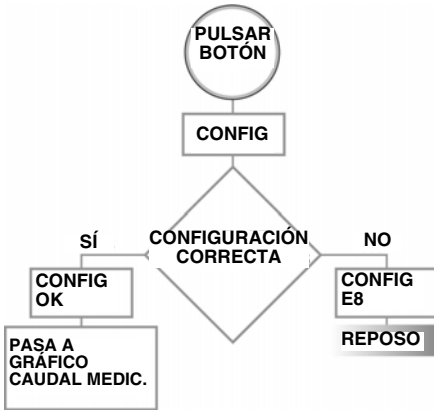

FIG. 4
4. Pulse y mantenga pulsado el botón Display (A) de nuevo para configurar el perfil para el TLM en el software Pulse.
5. Aparece en pantalla «CONFIG OK» como se observa en FIG. 4, página 5 cuando se registra el Perfil del TLM con el software Pulse.
Si no se registró el perfil del TLM con el software Pulse, aparece el mensaje de error «CONFIG E8» (punto 2, FIG. 4).